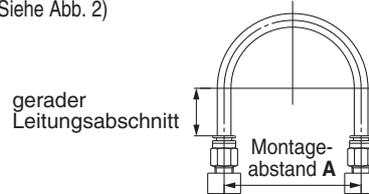

Abb. 1 Empfohlene Leitungsverlegung
1. Achten Sie beim Anschluss des Schlauches an die Steckverbinder, dass der Schlauch ausreichend lang ist und locker verlegt wird. Beachten Sie dabei die empfohlenen Bedingungen für die Leitungsverlegung in Abb. 1.